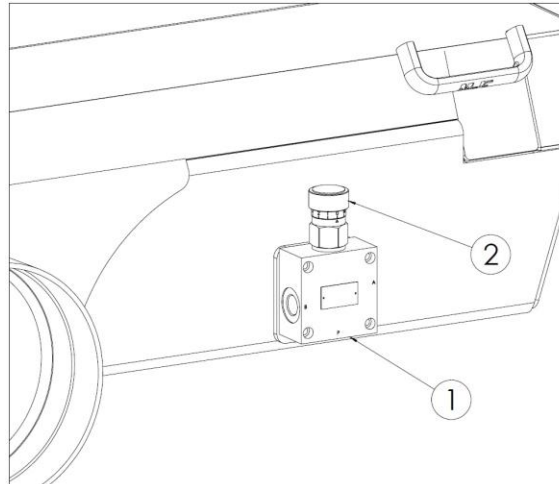

Рисунок 16. Регулировка скорости перемещения напольного конвейера
Скорость перемещения напольного конвейера выбирается экспериментально и регулируется с помощью ручки (2) на регуляторе потока (1), расположенной на правой балке кузова – рисунок 16.